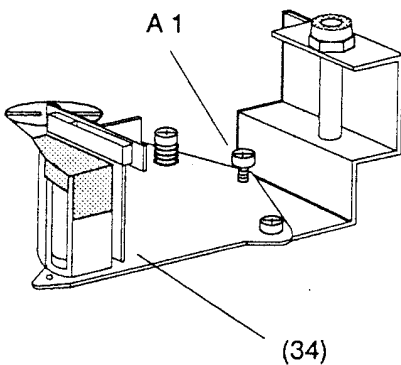

Fig. 40
- Neigung des A/C-Kopfes (34) mit Schraube "A1" (Fig. 40 / 41) so einstellen, daß das Band bei manueller Bandzugerhöhung leicht sichtbar, jedoch ohne zu bürdeln am unteren Führungsbund des Bandlaufbolzens P4 aufliegt.
- Adjust the tilt of the A/C head (34) with the screw "A1" (Fig. 40 / 41) so that the tape, whilst manually increasing the tape tension, just touches the lower collar of the Tape Guide Bolt P4 without crinkling.
- Con la vite "A1" (fig. 40 / 41) regolare l'inclinazione della testina A/C in modo che aumentando manualmente la tensione del nastro, lo stesso scorra senza piegature lungo il collare inferiore del perno P4.